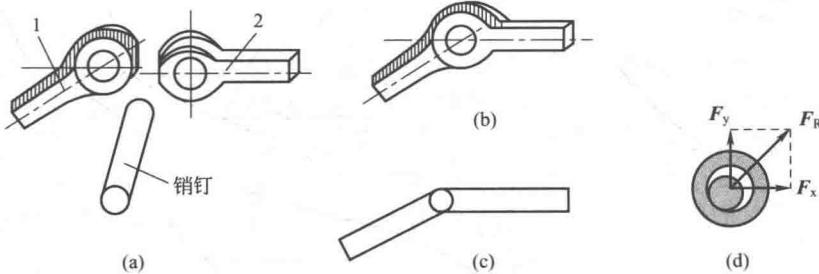

图 1-8
① 中间铰链约束 如图 1-8(a) 所示，圆柱销钉将两构件连接在一起，两构件可以绕销钉的轴线转动，即构成中间铰链，常采用图 1-8(b)、(c) 所示的简图表示。每个构件与销钉的约束都属于光滑接触面约束，但由于接触点不确定，所以中间铰链约束力的特点是：在垂直于销钉轴线的平面内，作用线通过铰链中心，方向不定，通常用图 1-8(d) 所示的两个正交分力  $F_x$  和  $F_y$  表示。